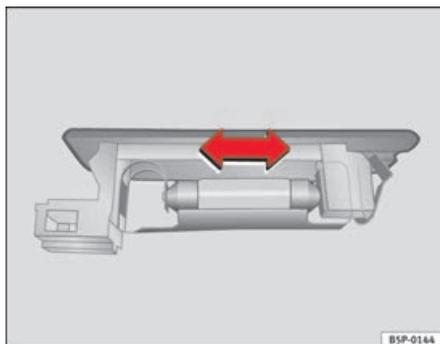

Fig. 170 Luce bagagliaio
- Premere lateralmente la lampada ed estrarla dalla sede ⇒ fig. 170. ■